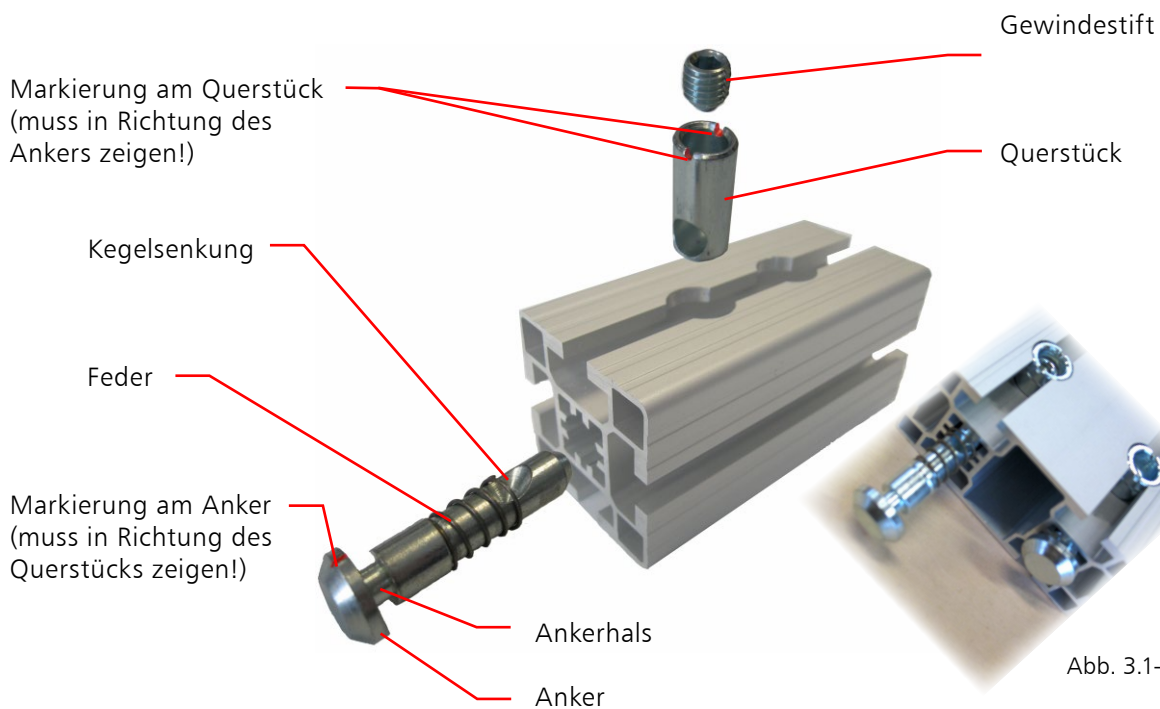
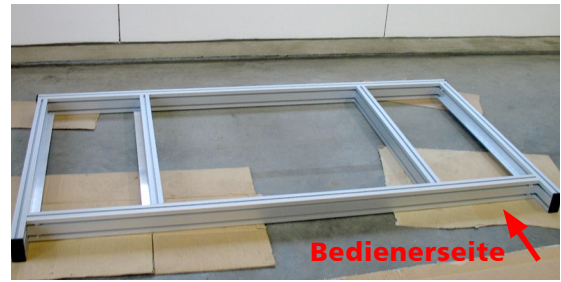
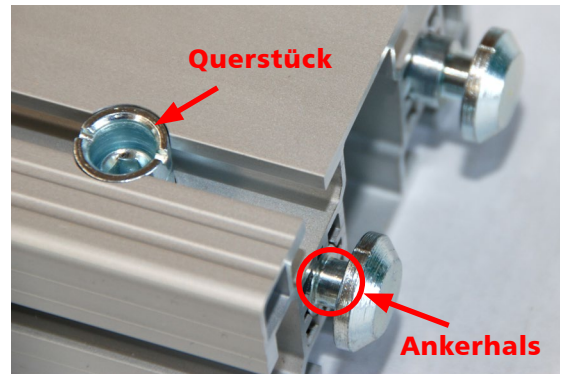

Abb. 3.1-2
Abb. 3.1-3
Abb. 3.1-4
Schritt ❷ Bevor Sie mit dem Zusammenbau des Gestellfußes **A1** (**Abb. 3.1-3**) beginnen, befestigen Sie zuerst alle Profilverbinder an den dafür vorgesehenen Stellen in den Gestellfußprofilen. 4 Profilverbinder sollten für die Seitenständer des Universalgestells verbleiben. Bitte achten Sie darauf, dass die Kegelsenkung der Profilverbinder zum Querstück zeigt. Dies wird durch die Markierung am Anker nochmals verdeutlicht (**Abb. 3.1-2**). Der Gewindestift im Querstück wird nun mit dem passenden Inbusschlüssel leicht eingeschraubt. Dabei wird der Anker automatisch in das Profil hineingezogen. Hierbei ist wichtig, dass der Hals des Ankers noch sichtbar bleibt (**Abb. 3.1-4**), um ihn später in die Führungsnuten einschieben zu können (**Abb. 3.1-5**). Während des Einschraubens muss der Anker ggf. leicht gegen das Querstück gedrückt werden.
Bitte achten Sie auch hier darauf, dass die Kegelsenkung der Profilverbinder zum Querstück zeigt. Dies wird durch die Markierung am Anker nochmals verdeutlicht (**Abb. 3.1-2**). Der Gewindestift im Querstück wird nun mit dem passenden Inbusschlüssel leicht eingeschraubt. Dabei wird der Anker automatisch in das Profil hineingezogen. Hierbei ist wichtig, dass der Hals des Ankers noch sichtbar bleibt, um ihn später in die Führungsnuten einschieben zu können (**Abb. 3.1-16**). Während des Einschraubens muss der Anker ggf. leicht gegen das Querstück gedrückt werden.